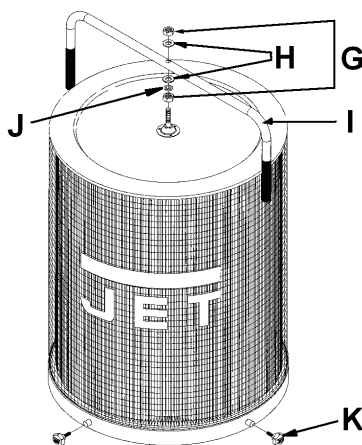

Fig 12
Montieren Sie den Griff (I, Fig 12) mit 2 Muttern (G), Scheiben (H) und einer Federscheibe (J).
Zum Reinigen der Filterpatrone der DC-1900CK drehen Sie den Griff (I, Fig 12) einige Umdrehungen damit der anhaftende Staub in den Spänesack fällt.